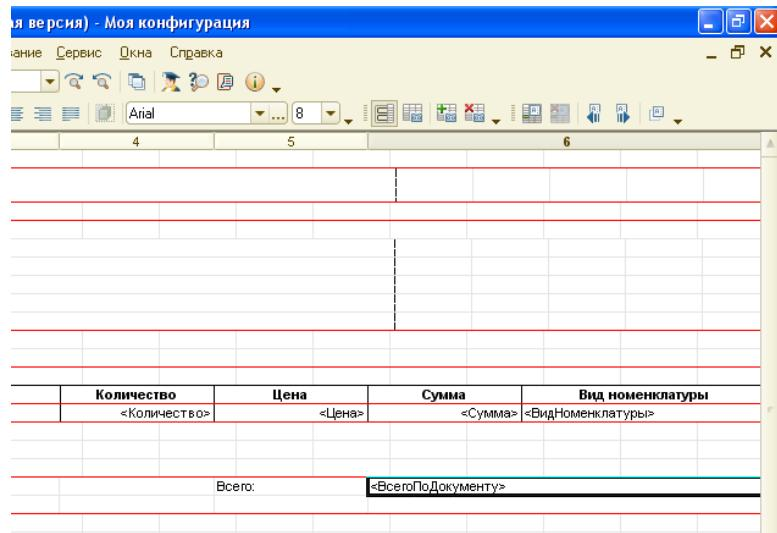

Рисунок 104 Редактирование макета печати
- В созданной области, в колонке **Цена** напишите «ВСЕГО:». В колонке **Сумма** напишите «ВсегоПодДокументу» (рис. 104).